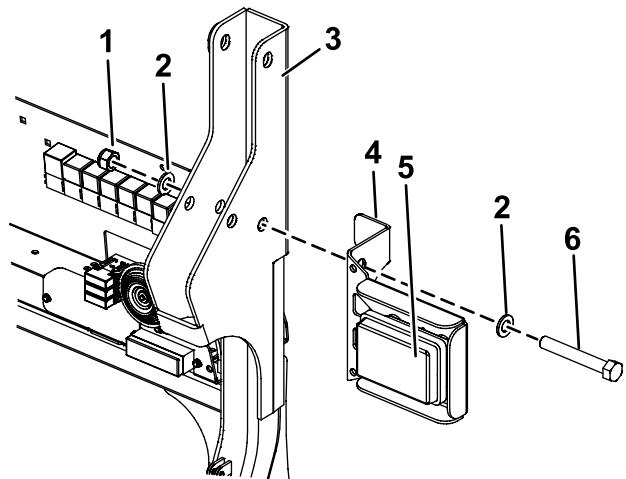
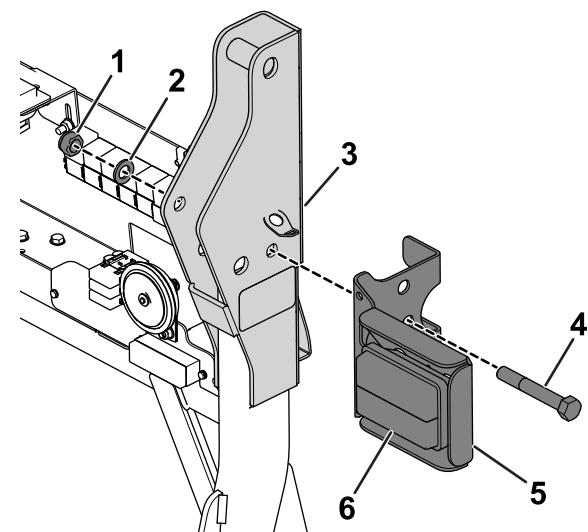

Figura 4
Figura 5
- 9. Allineate il foro indicato nella staffa della luce posteriore destra con il foro nel roll bar e inserite il nuovo bullone (M16 x 110 mm) utilizzando le rondelle preesistenti (Figura 4 o Figura 5).